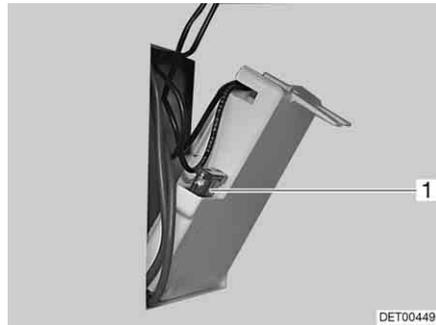

Bild 163 Sicherung der Thetford-Toilette
- Die Sicherung (Bild 163,1) wechseln.